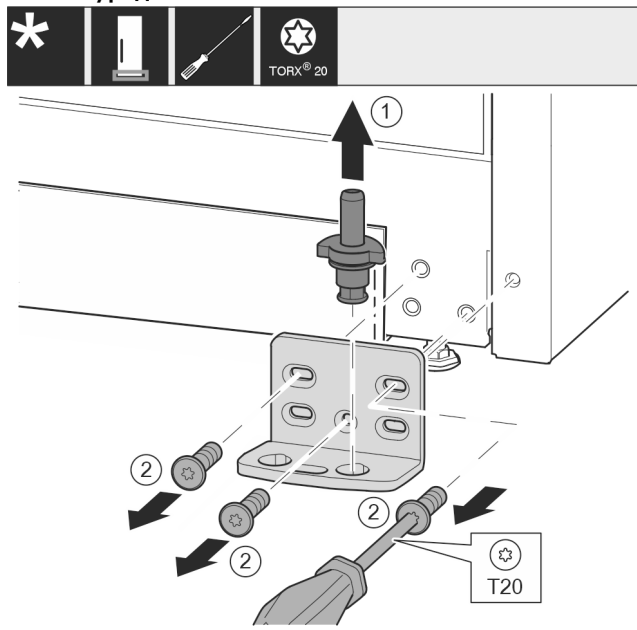

Fig. 12
- Извадете изцяло нагоре лагерния болт. Fig. 12 (1)
- Отвийте винтовете с отвертка T20 и сваляте лагерната стойка. Fig. 12 (2)